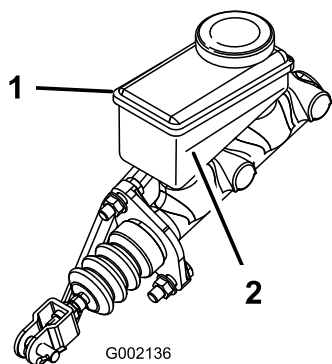

図 65
5. タンクの側面についているマークで、量を点検する 図 65。
- 最低ラインより上まで DOT 3 ブレーキ液を補給する 図 65。